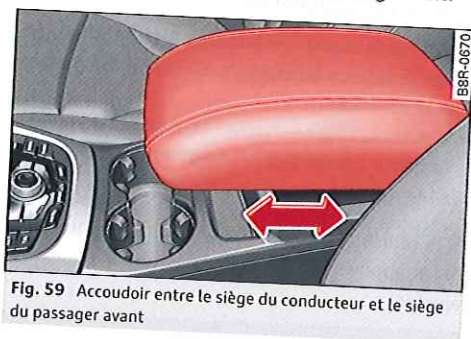

Fig. 59 Accoudoir entre le siège du conducteur et le siège du passager avant
- Déplacer l'accoudoir central vers l'avant ou vers l'arrière ⇒ fig. 59